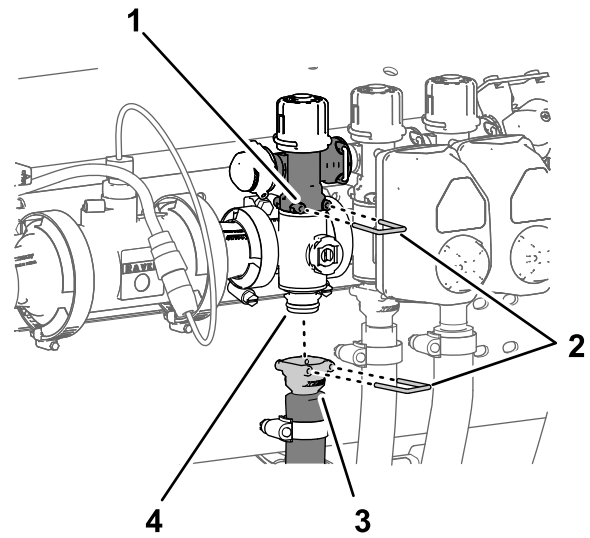

Figura 120
1. Retire la grapa que sujeta el acoplamiento rápido de la válvula de desvío de sección al distribuidor de sección (Figura 120).
2. Retire la grapa que sujeta el acoplamiento rápido de la manguera de alimentación al distribuidor del acoplamiento rápido del distribuidor de sección (Figura 120).